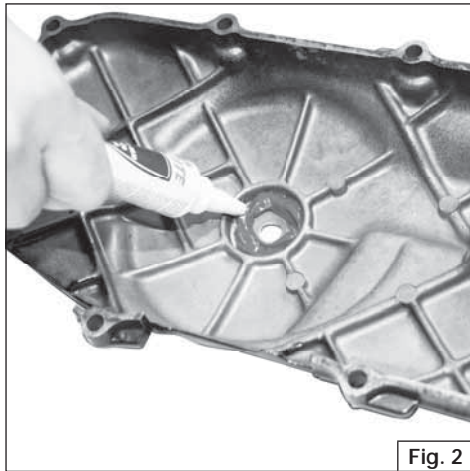

Fig. 2
- Applicare della pasta siliconica sul fondo del carter, come indicato in **Fig. 2**
- Apply silicone to the recess of the crankcase cover, as shown in **Fig. 2**
- Appliquer de la pâte siliconnée sur le fond du carter comme indiqué en **Fig. 2**.
- Tragen Sie hitzeverträgliches Silikon an der vorgesehenen Stelle (**Abb. 2**) der Variatorabdeckung auf.
- Aplicar la pasta de sílica en el fondo del cárter tal y cómo se indica en la **Fig. 2**.